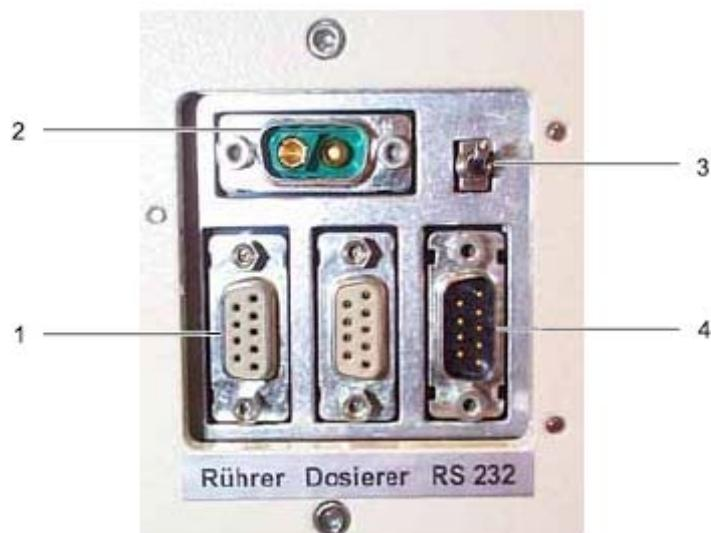

图90 自动进样器接口
1 排水管	6 电源组接口（见图 90）
2. 连接 RS232 线至自动进样器后部的 RS232 口(串口)。(图 90)
4. 将振荡器与自动进样器后部的相应接口连接。(图 90)。
6. 将电源组中的 24VDC 接口与自动进样器后部接口连接。(图 90)